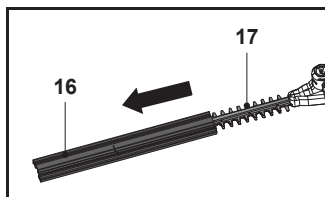

Fig. 3
1. Retirer le protège-lame (16) de la lame du taille-haie (17) avant utilisation (Fig. 3).
2. Conserver le protège-lame (16) en lieu sûr.